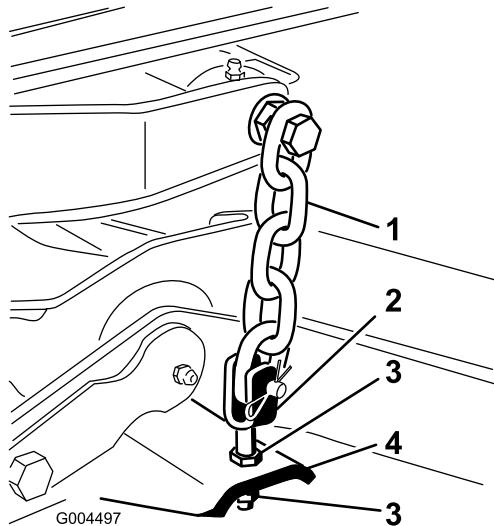

Figura 79
- Ajuste las contratueras que fijan las horquillas/cadenas de la parte trasera de la carcasa para elevar la parte trasera, hasta que la inclinación de las cuchillas sea de 8 mm (Figura 79).